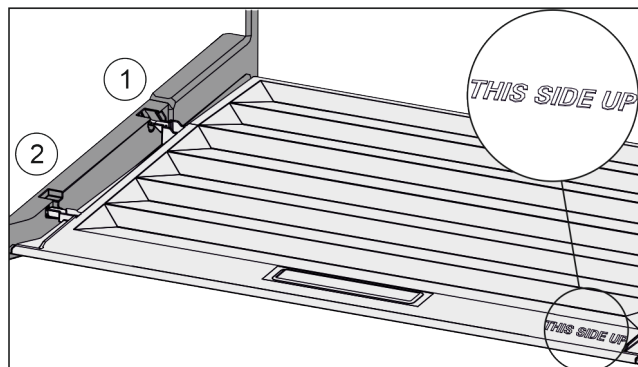

Fig. 115
- ▶ Introduzca los nervios de la tapa por la abertura del soporte trasero Fig. 115 (1) y encájelos por delante en el soporte Fig. 115 (2).